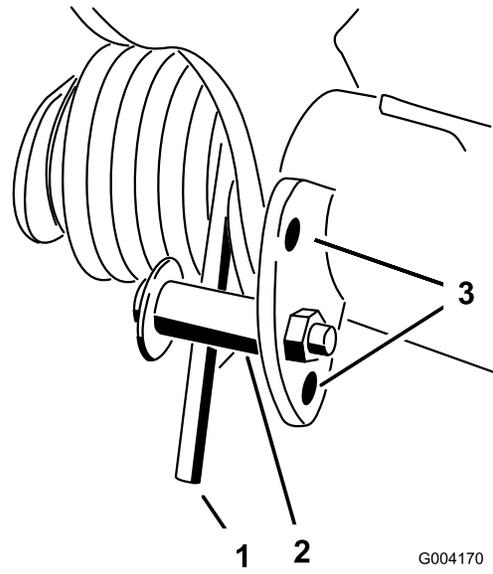

図 42
2. 調整作業の最中に、スプリングのテンションが掛からないようにするため、スプリングの長い方の端にパイプなどを通してスプリングの力を殺しておく（図 42）。
3. スプリングのテンションをなくしたら、スプリングアクチュエータを固定しているボルトとロックナットを外す（図 42）。